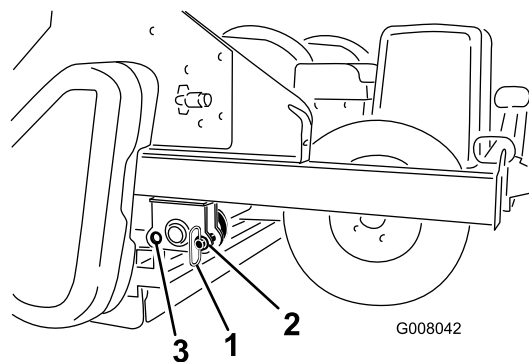

図 16
1. 機体前部分から保管用ピンを外す(図 16)。
2. コア・プロセッサを、ゆっくりと後ローラおよびタイヤの上に降ろす。機体の前穴に格納保管用ピンを取り付ける(図 16)。